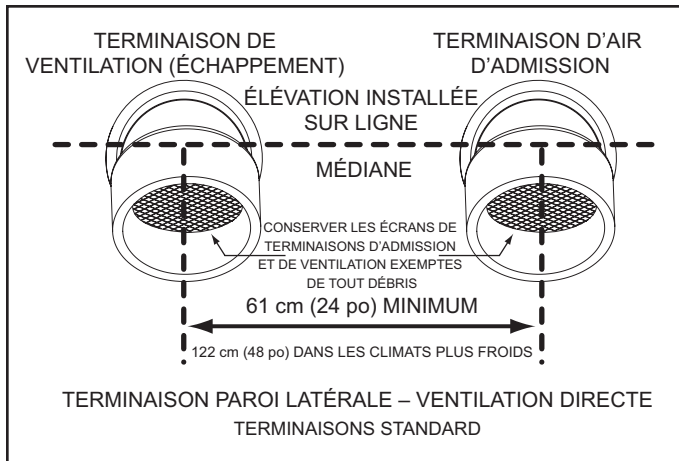

Figure 22
- Pour installer une terminaison d'air d'admission et une de ventilation dans une configuration de ventilation directe à travers une paroi latérale, il doit y avoir une séparation minimum de 61 cm (24 po), mesurée sur la ligne médiane verticale, entre les terminaisons d'air d'admission et de ventilation, voir la Figure 22.
- Pour installer les terminaisons d'air d'admission et de ventilation dans une configuration de ventilation directe à travers une paroi latérale, les terminaisons d'air d'admission et de ventilation doivent être installées à la même élévation mesurée sur la ligne médiane horizontale - voir la Figure 22.
Toutefois, la distance entre les terminaisons de ventilation et d'air d'admission les plus proches doit être d'un minimum de 61 cm (24 po). Dans les climats plus froids, cette séparation doit être augmentée d'au moins 122 cm (48 po). Voir Figure 22.